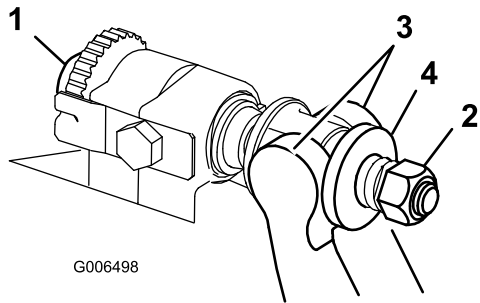

图29
- 1. 逆时针旋转底刀架调节螺丝将底刀向后撤离滚刀 图29。
- 2. 退出弹簧加压螺母直到垫圈不再对底刀架 图29施压。